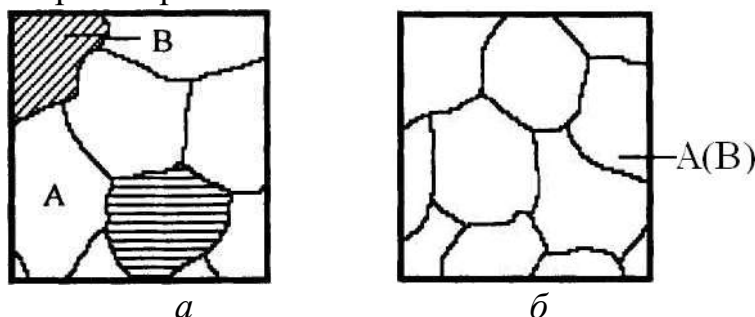

Рис. 3.7. Микроструктура сплава
13. Микроструктура какого сплава представлена на рис. 3.7, а?
14. Микроструктура какого сплава представлена на рис. 3.7, б?